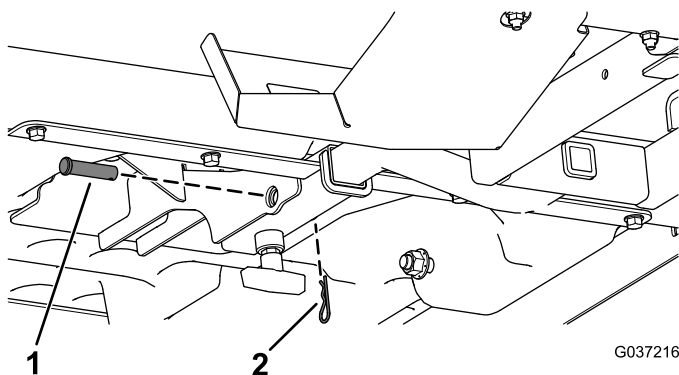

Figura 8
7. Fissate il supporto della concimatrice montato sul tubo ricevente utilizzando il perno con testa e la coppia (Figura 8).